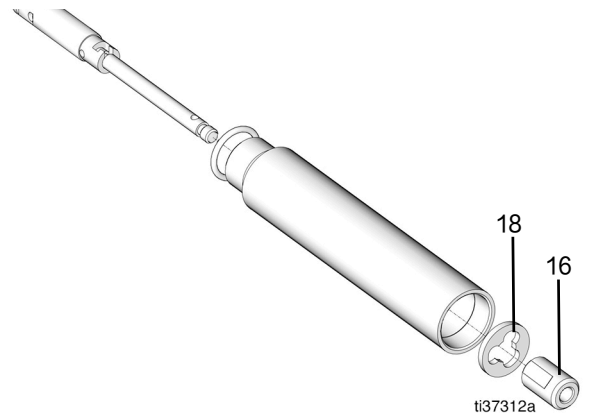

图 40
22. 卸下梭阀 (16) (图 40)。
23. 卸下隔圈 (18) (图 40)。